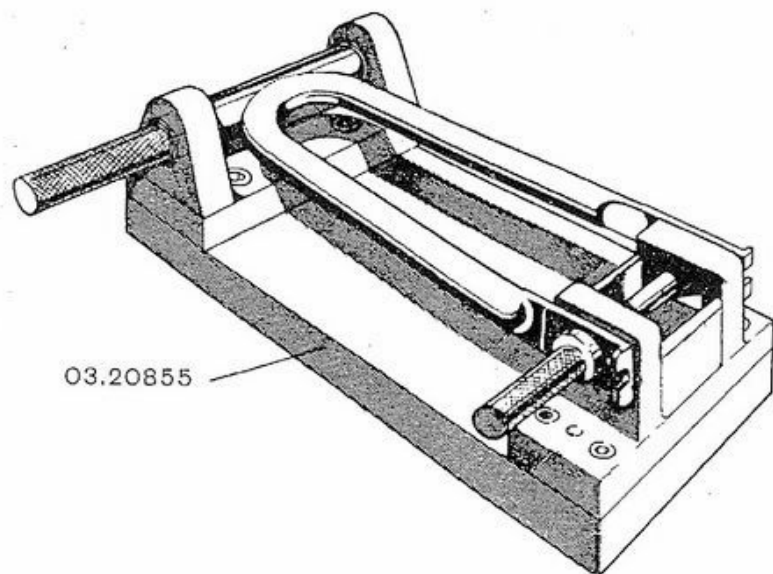

Fig. 114 - Dima controllo forcella posteriore.
1) Per la rimessa in squadra vale quanto è stato detto per il telaio (fig. 114).